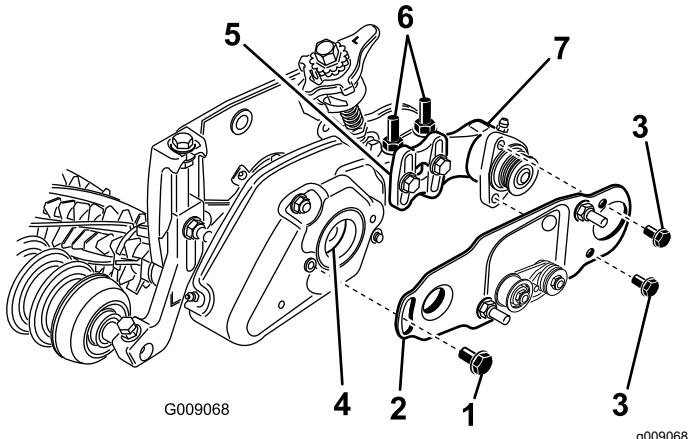

Figure 27
12. Desserrez, mais ne retirez pas, les boulons qui fixent le logement de roulement de la brosse de rouleau au support de montage de la brosse de rouleau (Figure 27).
13. Montez la plaque de pivotement de la brosse de rouleau (Figure 27). Assurez-vous que la bague du logement de roulement reste bien en place sur le couvercle du groomer lorsque vous insérez la protubérance de la plaque de pivotement à l'intérieur.
14. Appliquez du Loctite 243 (bleu) sur les 2 boulons (5/16" x $\frac{5}{8}$ ") et utilisez ceux-ci pour fixer la plaque de brosse au logement de roulement de la brosse de rouleau (Figure 27). Serrez les boulons à un couple de 20 à 25 N·m.
- Desserrez les 2 contre-écrous à embase qui fixent le support de montage de la brosse de rouleau à la plaque latérale de l'unité de coupe (Figure 27).
- Tournez le logement de roulement de la brosse de rouleau jusqu'à ce que la plaque de la brosse soit parallèle à la plaque latérale de l'unité de coupe (Figure 27).
- Serrez les 2 contre-écrous à embase qui fixent le support de montage de la brosse de rouleau à la plaque latérale de l'unité de coupe (Figure 27).
19. Appliquez du Loctite 243 (bleu) sur le boulon à épaulement (Figure 27). Fixez la plaque de brosse au couvercle du groomer avec le boulon à épaulement. (Figure 27). Serrez le boulon à un couple de 20 à 25 N·m.